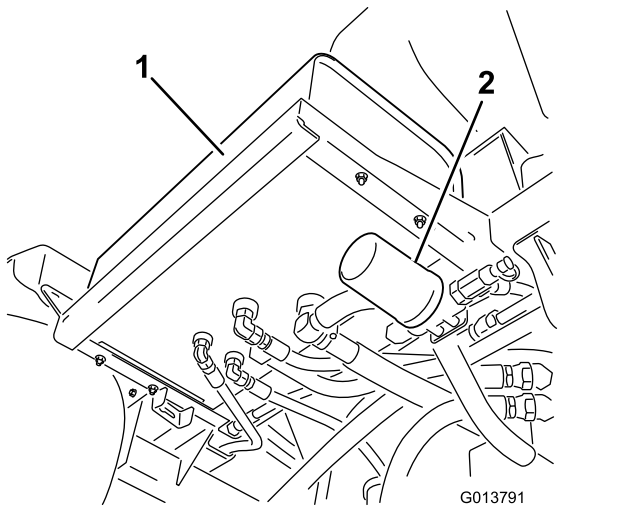
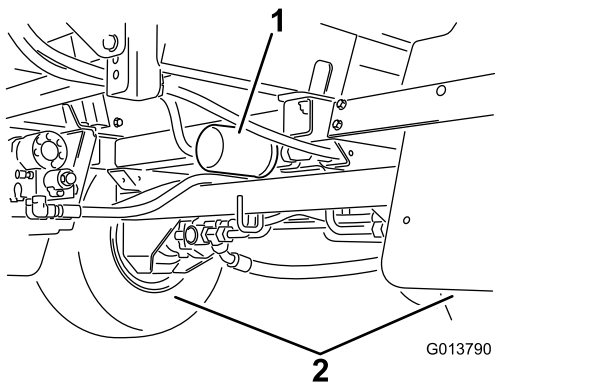

图 96
图 97
2. 找到机器上的两个液压油过滤器 图 96 和 图 97。